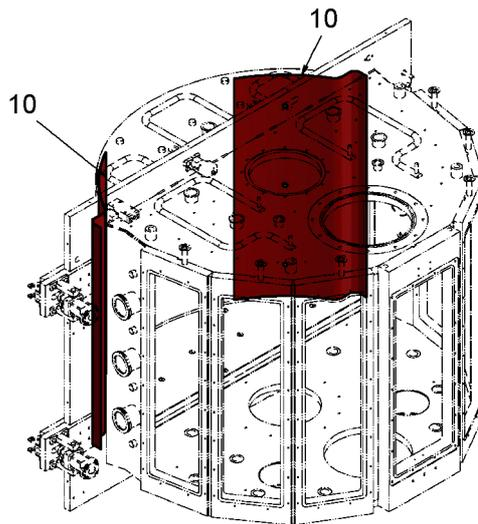

Fig. 7-18
- 9** Remove the door shields 10. See Fig. 7-18, 178.
- 11** Mount the door shields 10. See Fig. 7-18, 178.